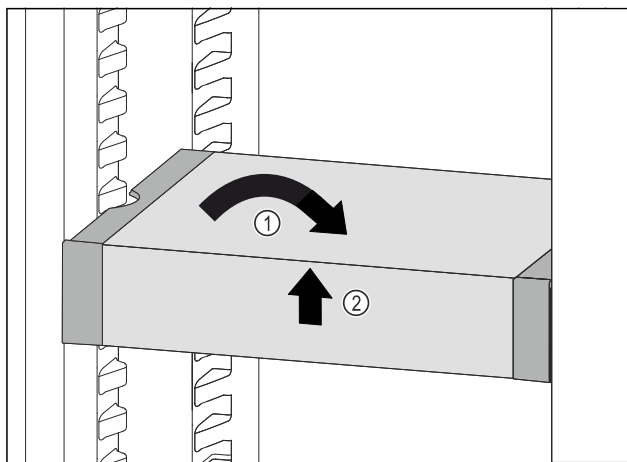

Fig. 99
- ▶ VarioSafe ustawić prosto. Fig. 99 (1)
- ▶ VarioSafe unieść z przodu. Fig. 99 (2)